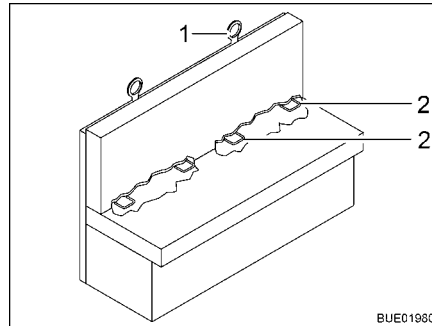

Bild 27 Isofix-Kindersicherung
Wenn das Fahrzeug mit Isofix-Kindersicherung ausgestattet ist, sind die dafür geeigneten Fahrzeugsitze mit einem Isofix-Symbol gekennzeichnet. Diese Fahrzeugsitze verfügen über Haltebügel (Bild 27,2) und einen weiteren Verankerungspunkt oben an der Sitzlehne (Top Tether) (Bild 27,1). Für Isofix geeignete Kinderrückhaltesysteme verwenden. Die Kinderrückhaltesysteme besitzen Rastarme, die in die Haltebügel des Fahrzeugsitzes eingeklinkt werden.
- Wenn möglich den Kindersitz zusätzlich am Top Tether (Bild 27,1) befestigen.